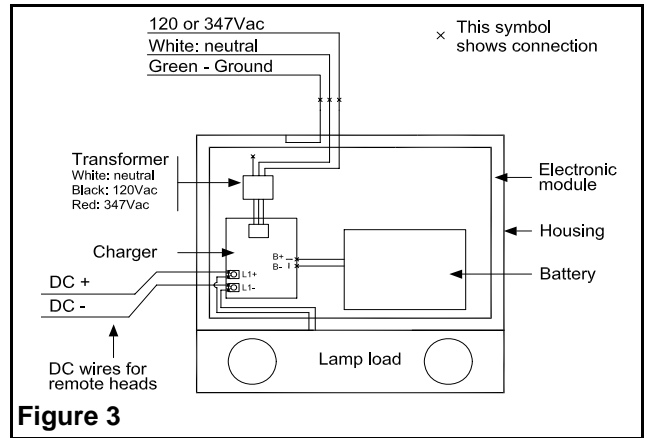

Figure 3
- a. Remove the unit cover (2). Disconnect the lamps from terminal block (see fig 3) and remove the electronic module (3). Three nuts secure the electronic module to the housing.
Auto-diagnostic models (refer to figure 3.):
- a. Retirer le couvercle de l'unité (2). Débrancher les lampes des terminaux (voir Fig 3) et enlever le module électronique (3). Trois écrous sont utilisées afin de fixer le module au boîtier (13).